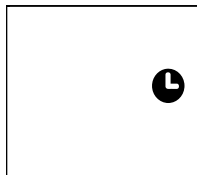

Fig. 4
- Tryk flere gange, indtil den tilsvarende tid vises. Vent ca. 5 sekunder. Timeren vil være aktiv, og så vises kun symbolet på skærmen. (Fig. 4)